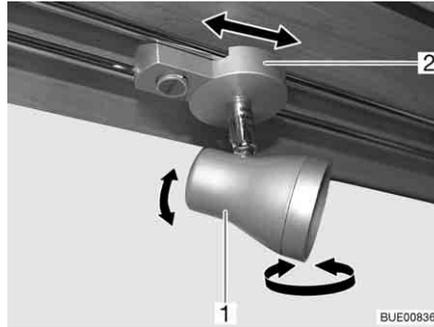

Bild 50 Spotleuchte
**Drehen:** ■ Gehäuse (Bild 50,1) fassen und drehen.
**Verschieben:** ■ Halterung (Bild 50,2) fassen.